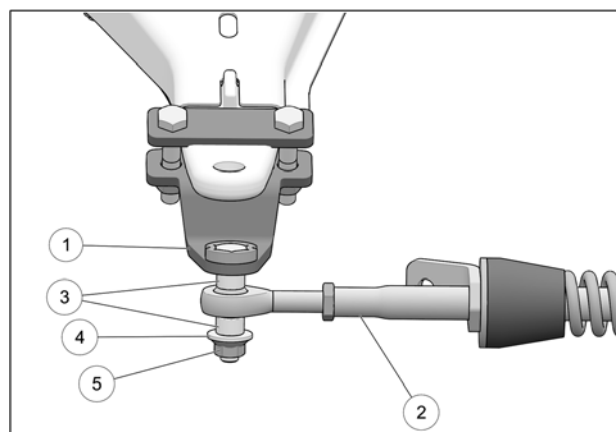

Fig. 29
17. Fixer le bras stabilisateur (**2**) au boulon déjà installé sur l'ancrage de suspension (**1**) à l'aide des deux espaceurs (**3**), de la rondelle (**4**) et de l'écrou autobloquant (**5**). Serrer à un couple de 70 N•m [52 lb•pi]. Voir la Fig. 29